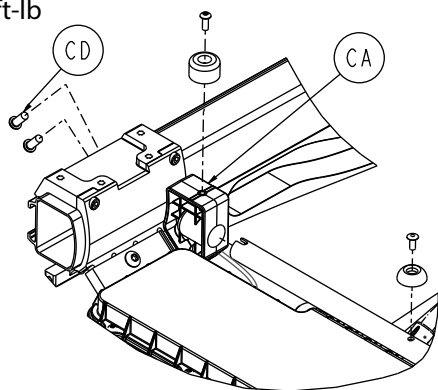

Figure 77 – Retirer le boîtier du pare-chocs du relève-jambes
7. À l'aide d'une clé Torx T27, retirer les deux vis d'assemblage à tête ronde (CD) qui fixent le boîtier du pare-chocs du relève-jambes (CA) au support de fixation (Figure 77). Retirer et conserver le boîtier de pare-chocs du relève-jambes. Conserver les vis. Répéter pour l'autre côté.